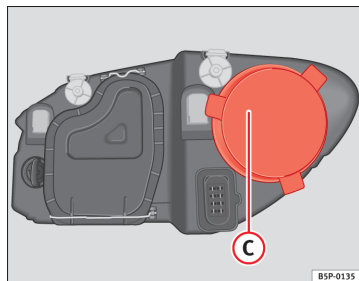

Fig. 166 Fjernlys
- Træk dækslet ⇒ Fig. 166 C af.